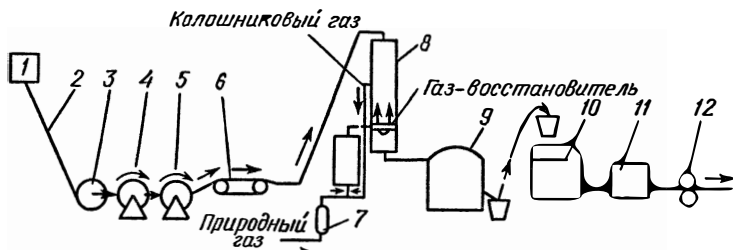

Рис. 33. Схема процесса бездоменного получения стали
Технологическая схема процесса бездоменного получения стали приведена на рис. 33.
Окатыши поступают в электропечь 9 (см. рис. 33) емкостью 150 т, где под действием электрической дуги расплавляются, металл очищается от примесей, а затем его разливают (10). По ходу плавления в печь загружают известь и другие вещества для получения качественной *легированной стали* требуемого состава. Полученные слитки подогревают в печи 11 и прокатывают на валах 12.